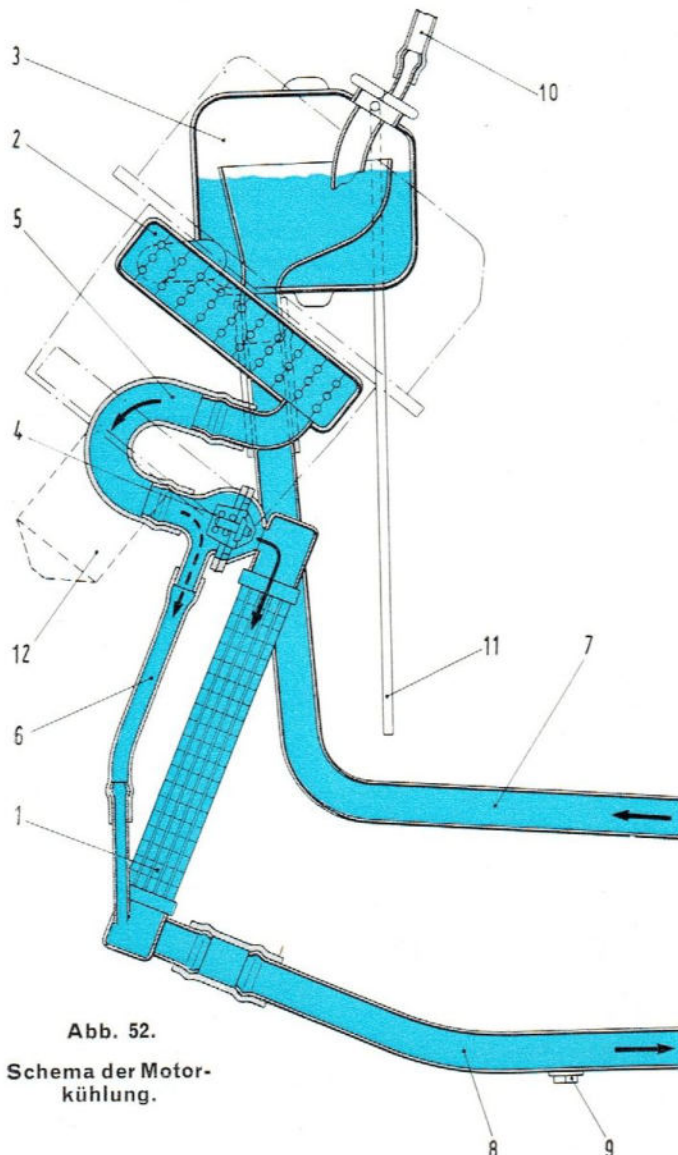

Abb. 52.
Im Kühlkreislauf befinden sich zwei Kühler (Abbildung 52), und zwar ein Hauptkühler (1) und ein zusätzlicher Kühler (2), die vom Behälter (3) aus mit Flüssigkeit versorgt werden. Der Behälter ist durch die Leitung (7) mit dem Auslaufstutzen des Zylinderkopfs verbunden.